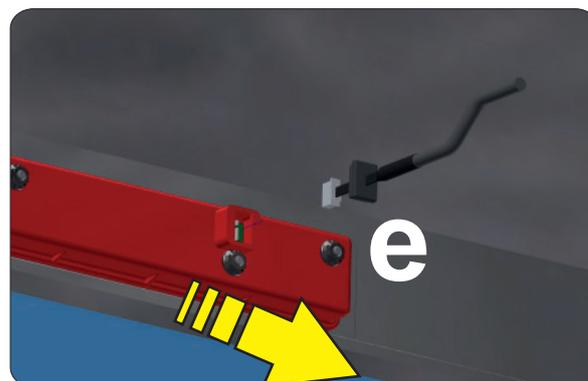

Fig. 13
- Déconnecter le câble de l'écran (position **e** - voir **Fig. 13**).